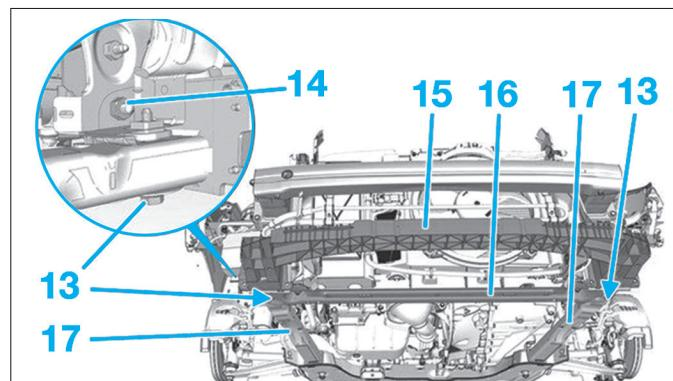

Fig. 90
- les 2 vis (13) (Fig.90),
- les 2 écrous (14),
- l'ensemble poutre piéton (15), traverse (16) et allonges de berceau (17),